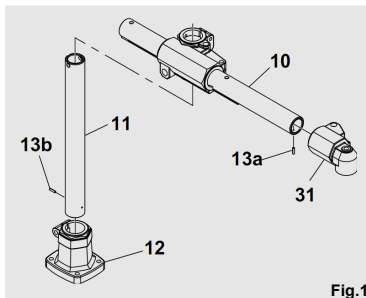
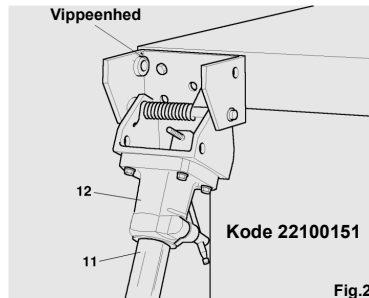

Fig.1
Fig.2
Hvis støtten monteres på en eventuel "Vippeenhed" (se venligst Fig.2), sørger sikkerhedssystemet **Elastic Pin System** v.h.a. stiften (13b) (se Fig. 1) for at det lodrette rør (11) ikke glider ud fra soklen (12), også selvom håndtaget ikke er blevet fastspændt.
Dette sikkerhedssystem gælder også for det vandrette rør (10) (se Fig.1), da tværstiften (13b) forhindrer at pibestykket løsner sig fra selve røret.